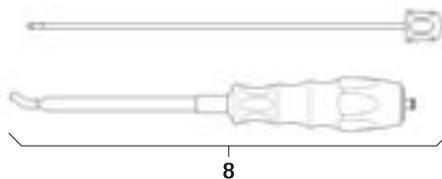

Abb. 3
- Stab-Einsetzinstrument 8 demontieren, siehe Abb. 3: Innenteil herausschrauben.